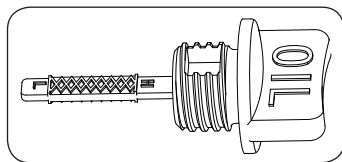

Рис. 18
2. Вставьте щуп в маслосливную горловину, но не поворачивайте его (Рис. 18).